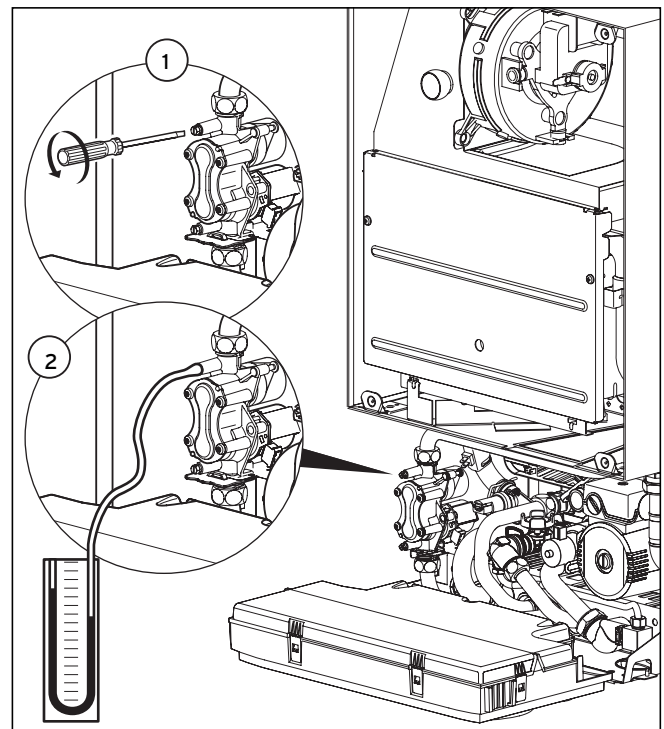

Рис. 6.4 Проверка номинальной нагрузки
- Ослабьте уплотнительный винт на газовой арматуре (1 на рис. 6.4).
- Подключите цифровой или U-образный манометр (2 на рис. 6.4).